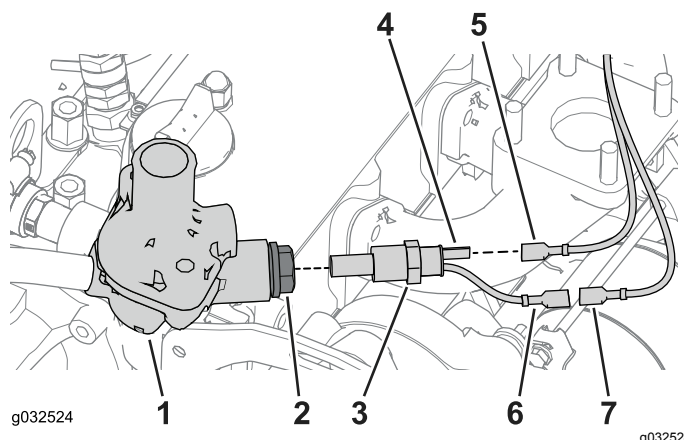

Figure 29
- Trouvez le fil jaune que vous avez débranché lors de l'opération 2 de Acheminement du flexible d'alimentation \(page 15\) et branchez-le au connecteur moteur chaud de la sonde de température (Figure 29).
- Trouvez le fil orange qui est attaché au fil jaune, enlevez l'attache et branchez-le au connecteur moteur chaud de la sonde de température (Figure 29).
- Localisez le boîtier de thermostat sur le bloc-moteur et retirez le bouchon de l'orifice du moteur (Figure 29).